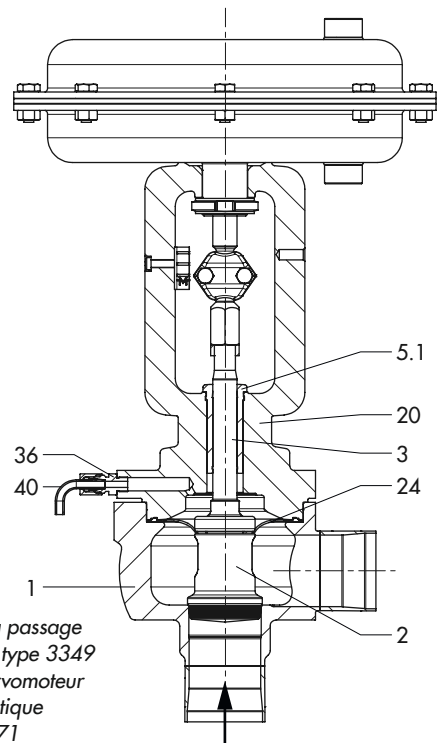

Fig.2 : Vanne à passage équerre type 3349 avec servomoteur pneumatique type 3271
**Légende des Fig. 2 à Fig. 5**